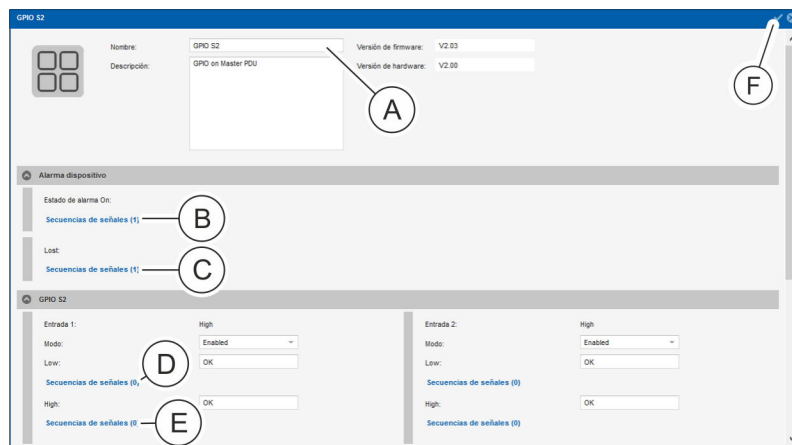

Fig. 133: Menú "Estado" – pestaña "Sensores" (vista detallada)
6. ➤ En caso necesario, cambie el nombre del módulo GPIO seleccionado y añada una descripción (Fig. 133/A).
7. ➤ En caso necesario, asigne una secuencia de señales a la entrada correspondiente a la señal Low con el botón "Secuencias de señales" (Fig. 133/D).
11. ➔ En caso necesario, asigne una secuencia de señales a la entrada correspondiente a la señal High con el botón "Secuencias de señales" (Fig. 133/E) (de forma análoga a los pasos 8-10).
12. ➔ En el campo "Alarma dispositivo", configure una secuencia de señales para "Estado de alarma Lost" y para "Estado de alarma OK" en caso necesario. Para ello, haga clic en el botón "Secuencias de señales" (Fig. 133/B o bien C).
14. ➔ Guarde la configuración con el botón "Guardar" (Fig. 133/F).